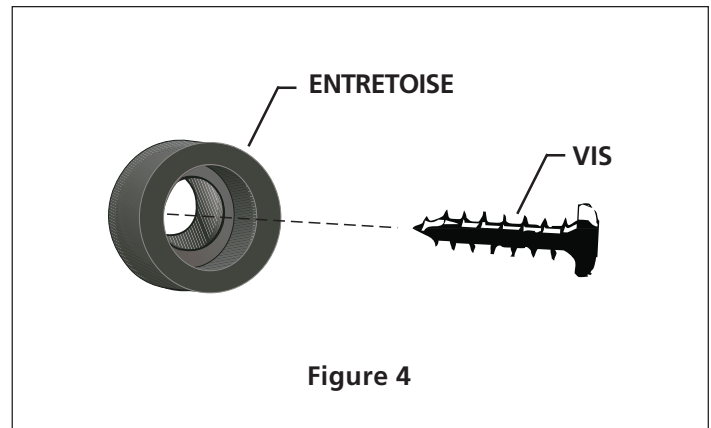
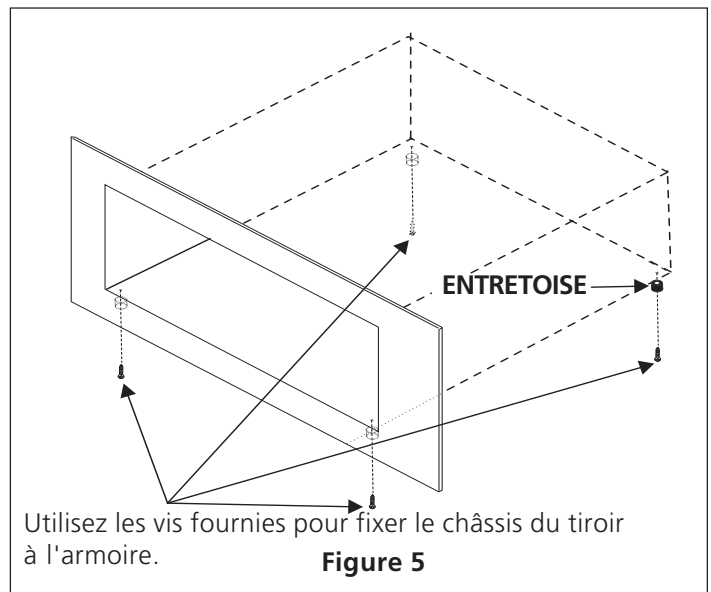

Figure 4
Figure 5
2. Installez les 4 entretoises fournies (Figure 4) sous le tiroir comme indiqué à la figure 5 en utilisant les 4 vis (10-24 X 5/8"). Installez deux entretoises sur chaque côté du tiroir.